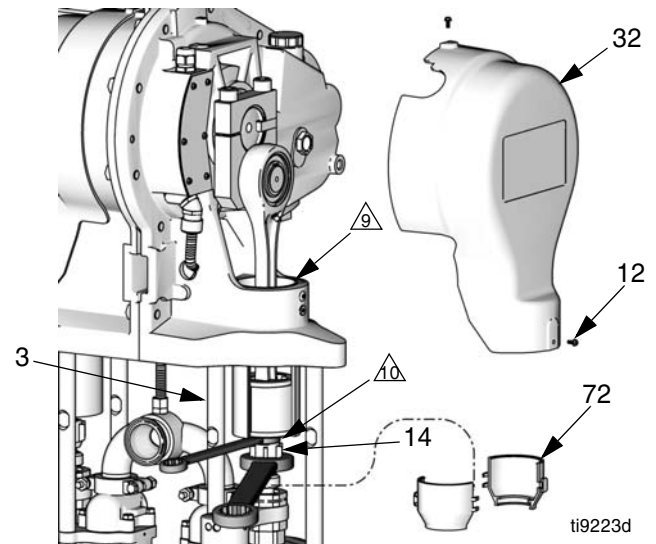

ABB. 5. Kupplungsmutter entfernen
1. Vier Schrauben (12) und beide Abdeckungen (21, 32) entfernen. In ABB. 5 ist die Abdeckung (32) auf der gegenüberliegenden Seite des Motors; die motorseitige Abdeckung ist (21).